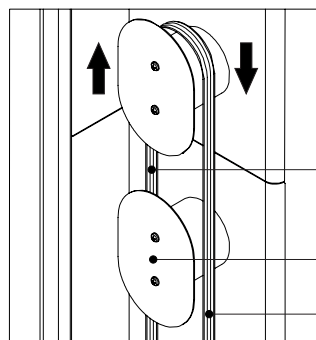

Figura 10D
7. Pase los cordones pela parte posterior del tubo guía y regrese los cordones por la parte delantera del tubo guía. Utilice la tabla 3 (página 30) para la definición del tubo guía a utilizarse según la posición del Sub-Rack (ver la figura 10D).
(ver figura 10D, página 28).